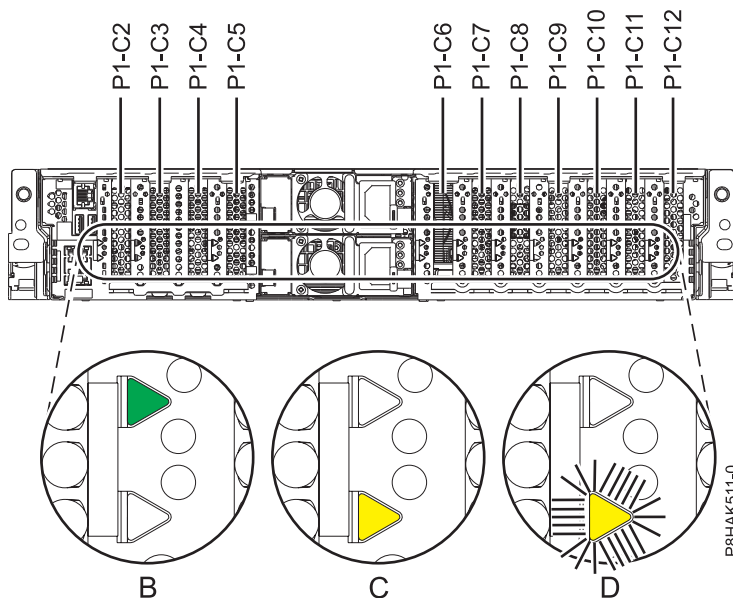

Figure 18. Emplacements des cartes PCIe et emplacements des voyants sur le système 5148-21L, 5148-22L, 8247-21L, 8247-22L, 8284-21A ou 8284-22A
1. La Familiarisez-vous avec les emplacements de carte PCIe et les voyants d'activité pour la carte PCIe sur laquelle vous souhaitez exécuter des tâches de maintenance. Les cartes PCIe sont installées à l'arrière du système. La figure 18 illustre les emplacements des cartes PCIe sur un système 5148-21L, 5148-22L, 8247-21L, 8247-22L, 8284-21A ou 8284-22A et les emplacements des voyants pour la carte PCIe.